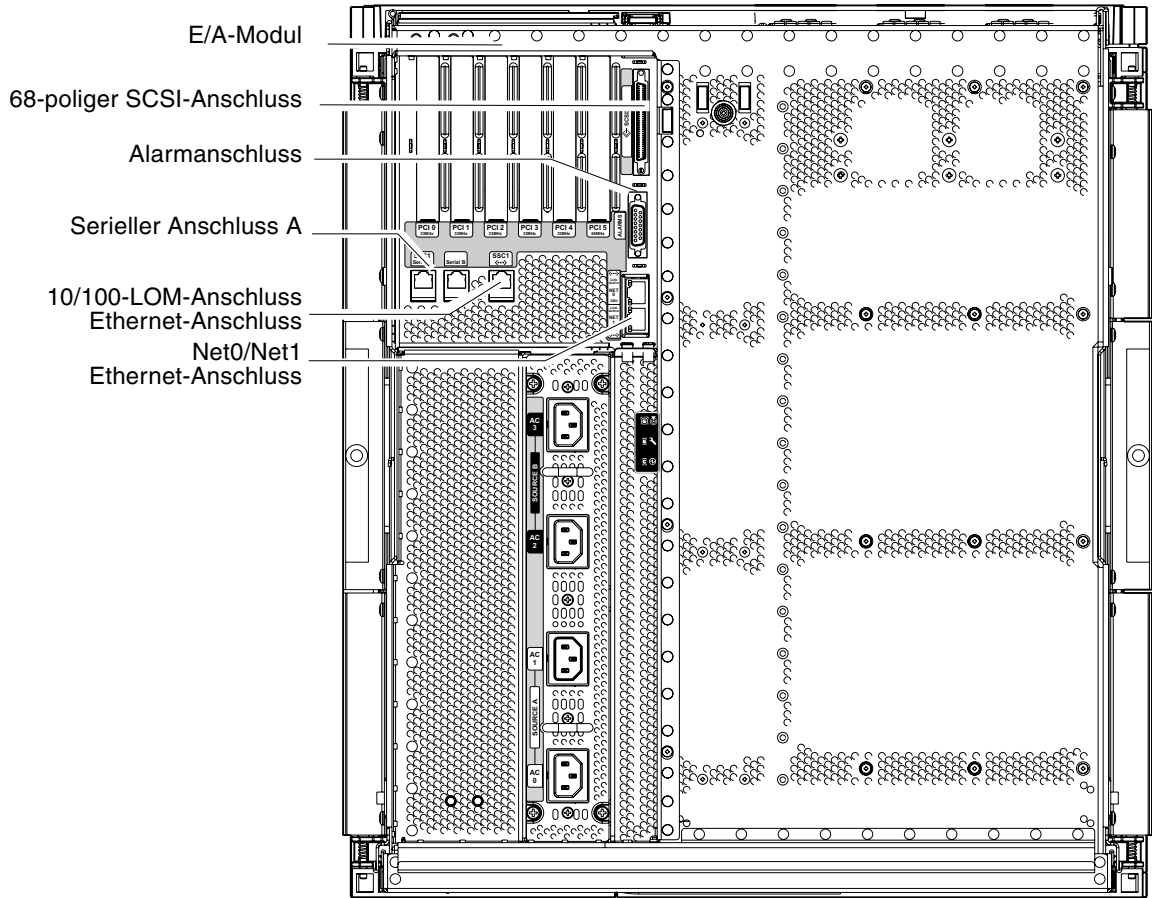

ABBILDUNG 1-26 Positionen des System Controllers und des E/A-Moduls
1. **Schließen Sie ein Ende des E/A-Ethernet-Kabels an den Net0/Net1-Ethernet-Anschluss an (ABBILDUNG 1-26).**